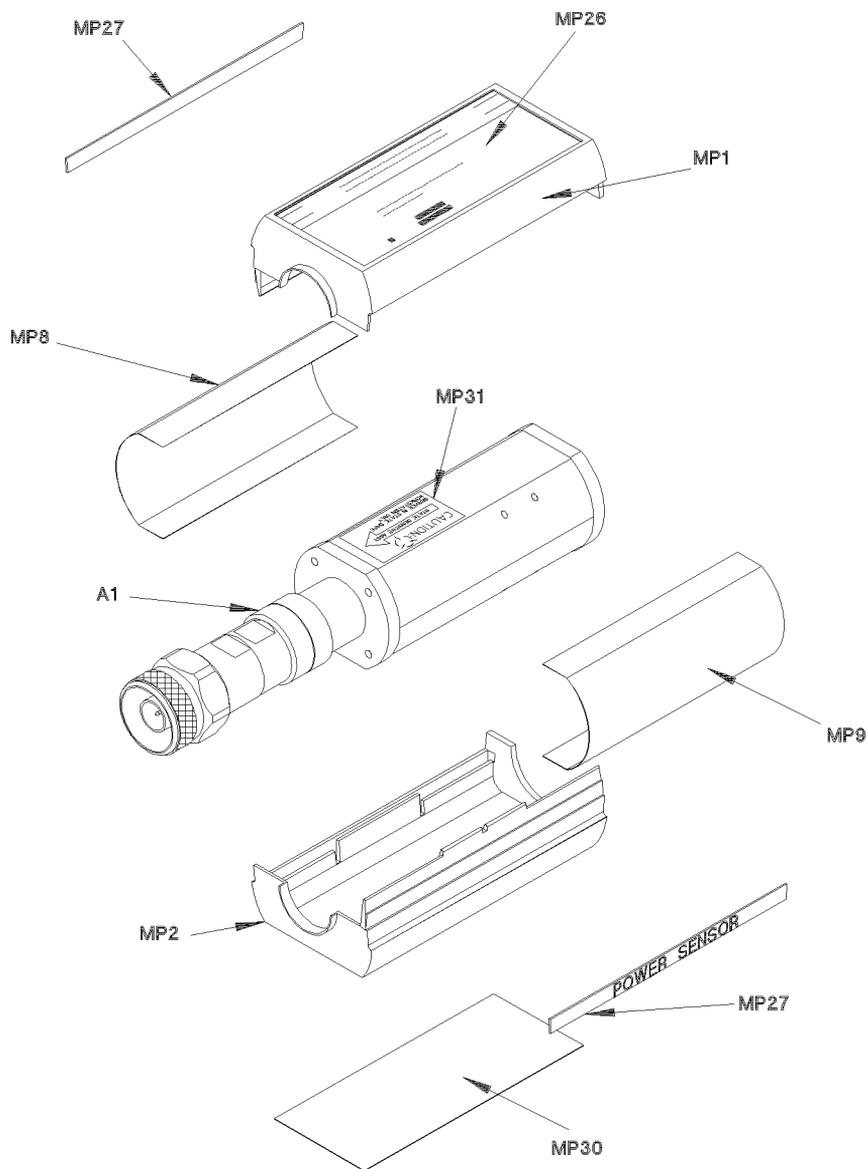

Figure 21
Le Tableau 3 donne une liste de pièces remplaçables. La Figure 21 donne le détail des pièces représentées pour vous permettre d'identifier l'ensemble des pièces remplaçables. Vous pouvez commander une pièces en indiquant son numéro de pièce HP, en précisant la quantité demandée et en adressant votre commande au bureau Hewlett-Packard le plus proche.
- 1 Remplacez les blindages magnétiques et les coques en plastique du boîtier comme indiqué sur la Figure 21. Les coques doivent s'encastrent avec un bruit sec.